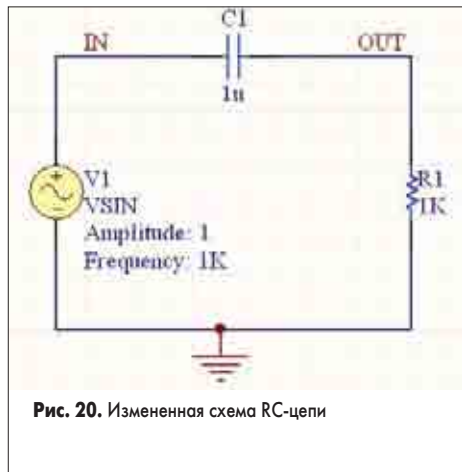

Рис. 20. Измененная схема RC-цепи
13. Отредактируем сегменты цепей, чтобы они правильно соединялись с выводами элементов (рис. 20).